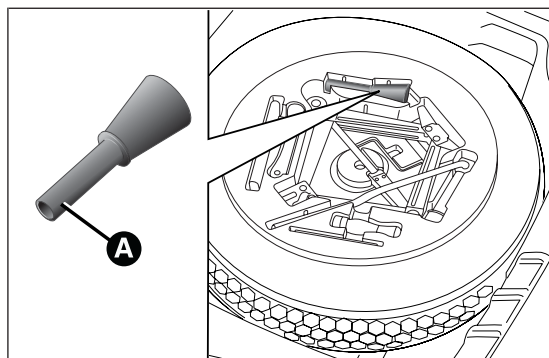
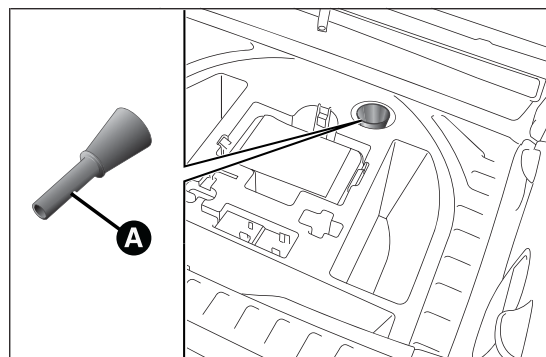

fig. 118
fig. 119
- ☐ aprire il bagagliaio e prendere l'apposito adattatore A ubicato nel contenitore portattrezzi (versioni dotate di ruotino di scorta - per versioni/mercati, dove previsto) fig. 118 o nel contenitore del Fix&Go Automatic (versioni dotate di Fix&Go Automatic) fig. 119;